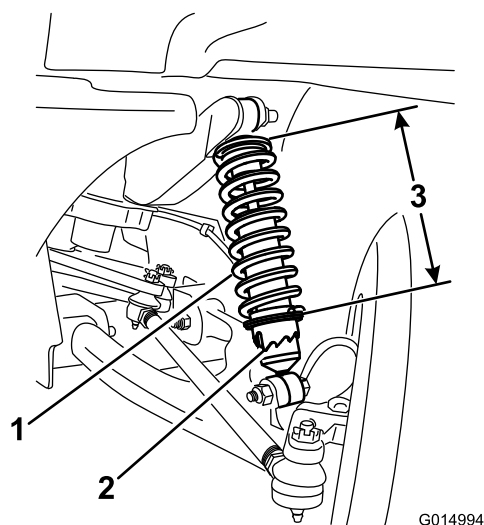

Рисунок 43
- Используя инструмент TORO 6010, поверните кольцо на амортизаторе, чтобы изменить длину пружины (Рисунок 43).